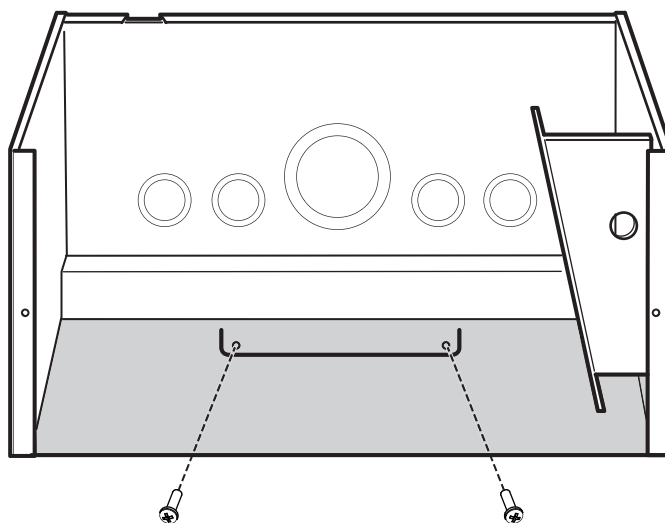

Figure 2-8 Montage au mur de la boîte de dérivation
- À l'aide de deux vis (non fournies), fixer le support sur le bord inférieur du panneau arrière au mur. Voir Figure 2-8.